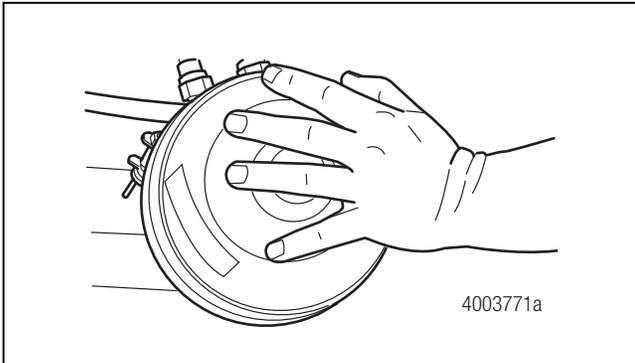

Figura 2.4
3. Ponga su mano en la cámara de aire de frenos correspondiente a ese extremo de rueda. Sienta cualquier vibración del balero a la hora de girar la maza. La cámara de aire amplificará cualquier vibración. Cuente más en la vibración que en el sonido puesto que la suciedad en el sello de la maza puede producir un sonido similar a un balero desgastado. Figura 2.4.